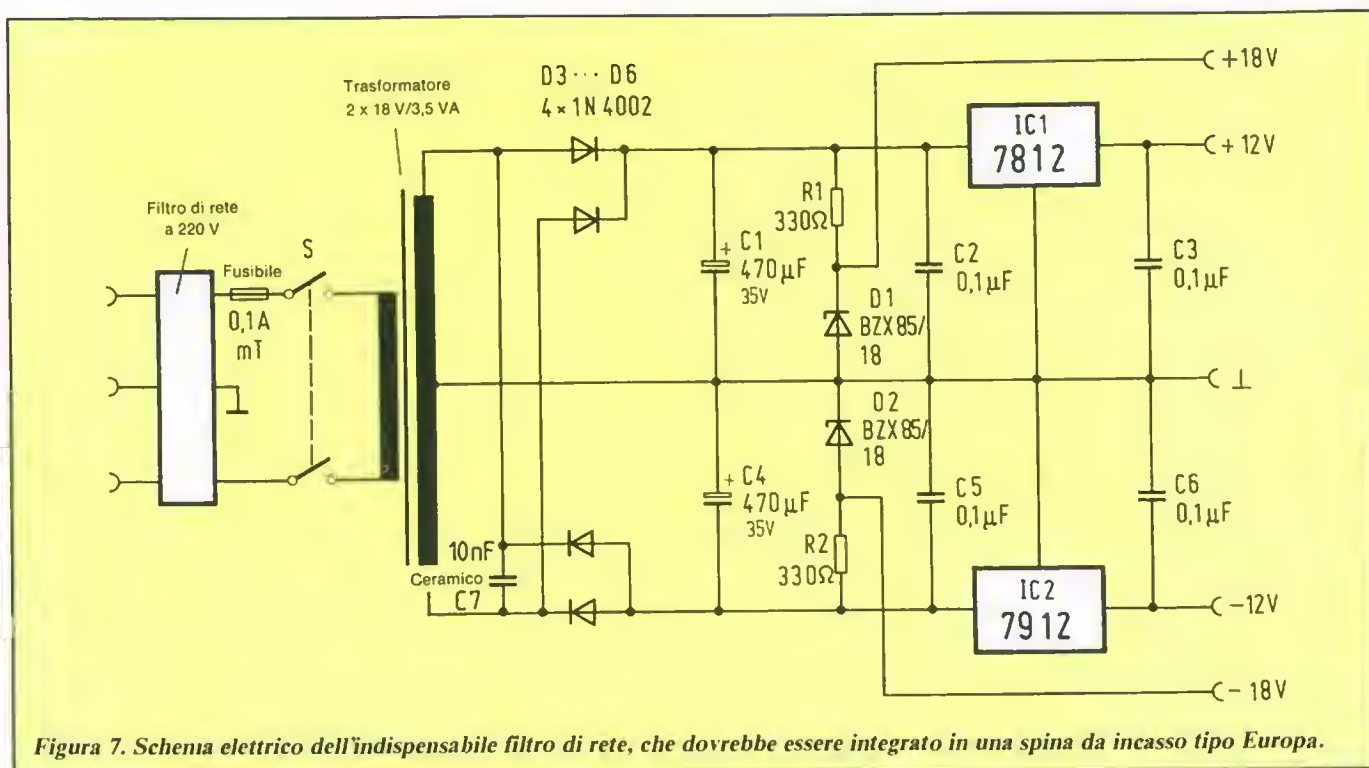

Figura 7. Schema elettrico dell'indispensabile filtro di rete, che dovrebbe essere integrato in una spina da incasso tipo Europa.
santi saldati da 1 nF: si ottiene in tal modo il bloccaggio dell'alta frequenza. La presa DIN con bloccaggio a baionetta è applicata all'astuccio schermante. I collegamenti di questa presa sono illustrati in Figura 7. I fori di fissaggio verranno praticati attraverso il pannello anteriore del mobiletto che contiene l'intero dispositivo. Dopo il montaggio, applicare il coperchio dell'astuccio schermante per l'amplificatore stabilizzato a chopper. Proseguire poi con la basetta di regolazione, montata sul circuito stampato principale, a destra, accanto all'alimentatore.
V). La tensione alternata di 2×18 V necessaria allo scopo viene fornita da un trasformatore da 3,5 VA montato sul circuito stampato. Le due tensioni alternate vengono rettificate ($4 \times 1N4002$) e filtrate. Il condensatore elettrolitico di filtro, da 470 μF , è addirittura sovradimensionato per la bassa corrente assorbita dai componenti. Dalla tensione d'uscita (circa 2×25 V) vengono ricavate tutte le tensioni necessarie, mediante diodi zener e regolatori di tensione integrati (IC7 ed IC8), secondo lo schema di Figura 7. I $\pm 6,8$ V per l'amplificatore d'ingresso vengono prodotti, su questo stesso modulo, a partire dalle tensioni di ± 12 V.